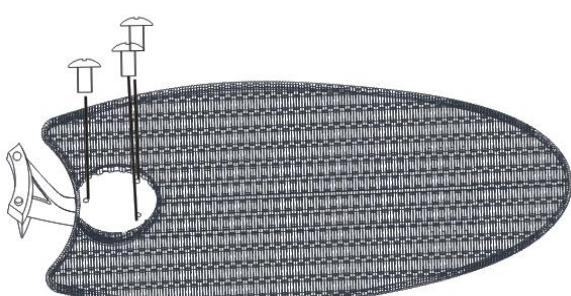

Abb. 6
2. Montieren Sie die Rotorblätter und die dazugehörigen Halterungen mit dem Schraubensatz. (Abb. 6)